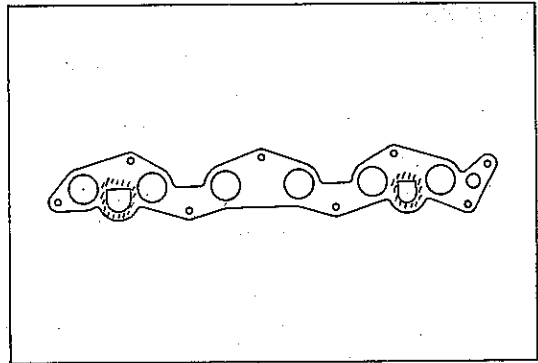

図1-2-30 シールパツキン塗布 Z4423
- ①冷却水の抜き取りはシリンダ ブロック側のみ行なう。
- ②インテーク マニホールド ガasketのシール パツキン No.102塗布は図1-2-30参照。
- ③マニホールドの締め付けは中央部より数回にわけて締め付ける。
- ④インジェクタおよびデリバリ パイプ組み付けは下記要領で行なう。